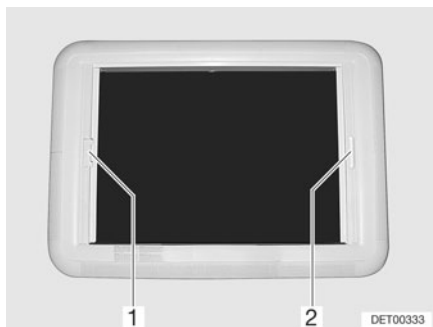

Fig. 47 Claraboya Heki, bloqueo de la persiana
- Tirar del asidero (Fig. 47,2) del estor plegable y soltarlo en la posición deseada. El estor plegable se queda fijo en esta posición.
- Tirar del asidero (Fig. 47,1) de la mosquitera enrollable hacia el asidero opuesto del estor plegable (Fig. 47,2) y hacerlos engatillar.
- Presionar el tirador de la mosquitera enrollable por la parte de atrás hacia arriba y desengancharla del estor plegable (Fig. 47,2).